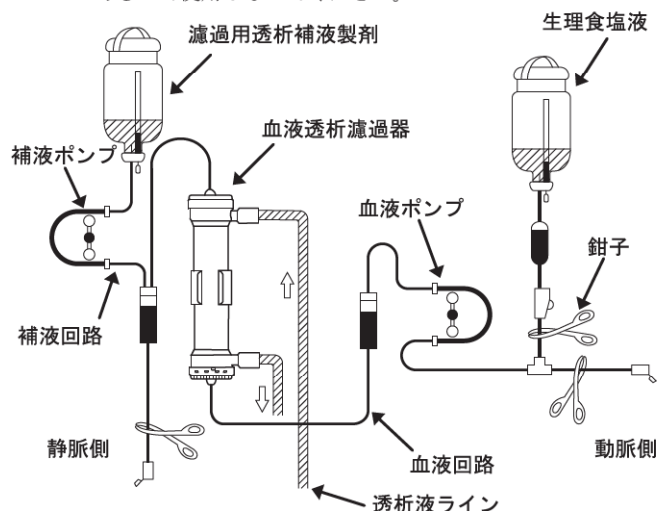

図2 血液透析濾過前準備及びプライミング時の回路への接続図
- 必要部分を鉗子などでクランプし、血液回路にねじれや折れが無いことを確認して血液透析濾過準備が完了します。（図2参照）